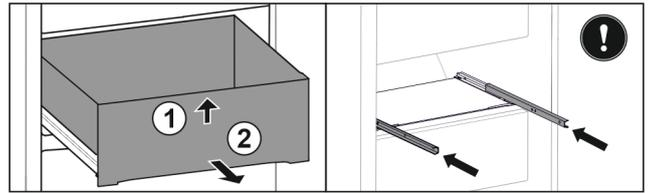

Fig. 51
- ▶ Lade aan de voorkant optillen. Fig. 51 (1)
- ▶ Lade naar voren toe verwijderen. Fig. 51 (2)